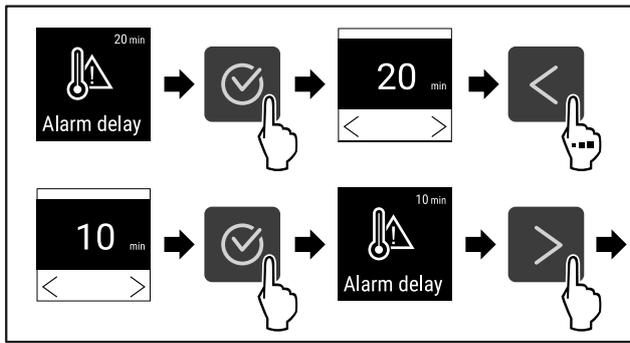

Fig. 133
- ▶ Handlungsschritte (siehe Fig. 133) durchführen.